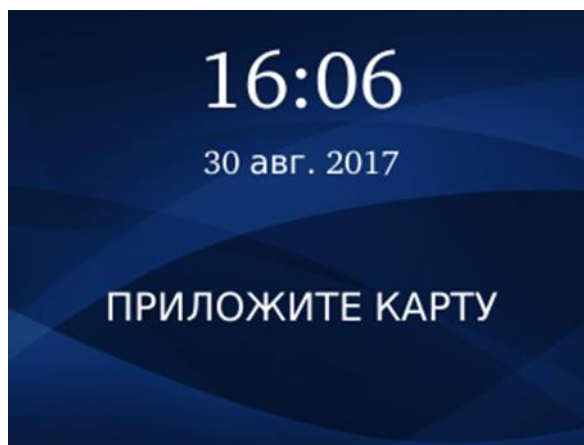

Рисунок 30 – Экран терминала в режиме «Карта + ладонь или кнопка»
- **Карта + ладонь или кнопка** (см. рисунок 30)